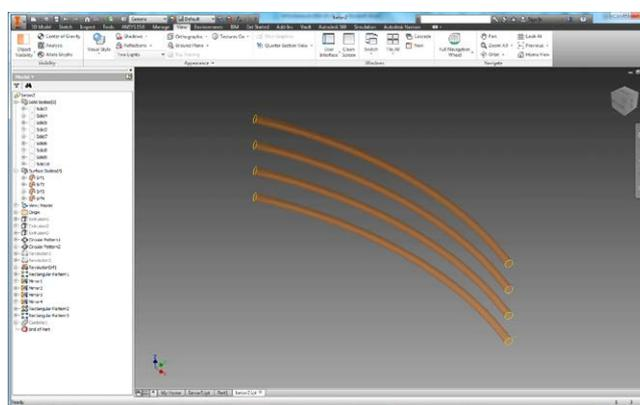

Рис. 6. Каналообразователи построены поверхностями
4. Каналообразователь обладает крайне малой толщиной по сравнению с основными габаритами конструкции, и его моделирование в объемной постановке может привести к задаче очень высокой размерности. Поэтому каналообразователь будет выполнен в Autodesk Inventor в виде поверхности, а при КЭ-анализе будет моделироваться plate-элементами в тех задачах, в которых он будет учтен (рис. 6).